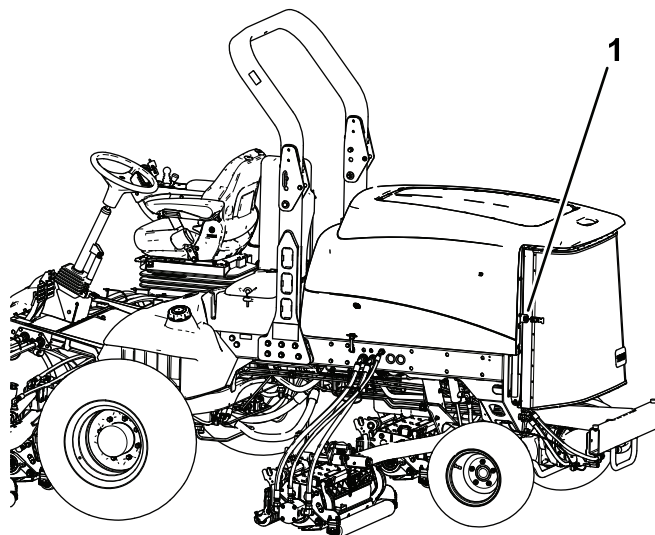

図 99
2. 後部スクリーンのラッチを外してスクリーンを開く 図 99。